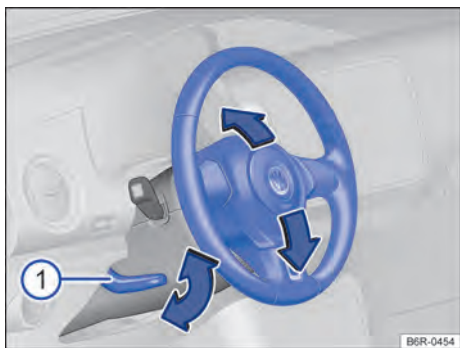

Fig. 34 Ajustar a posição do volante mecanicamente.
- Empurrar a alavanca → Fig. 34 ① para baixo.